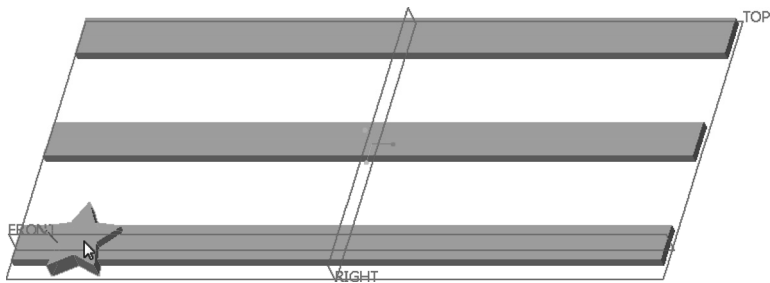

图 5-52 指定阵列导引
2) 选择图 5-52 所示的五角星形状实体作为要阵列的特征（即作为阵列导引）。